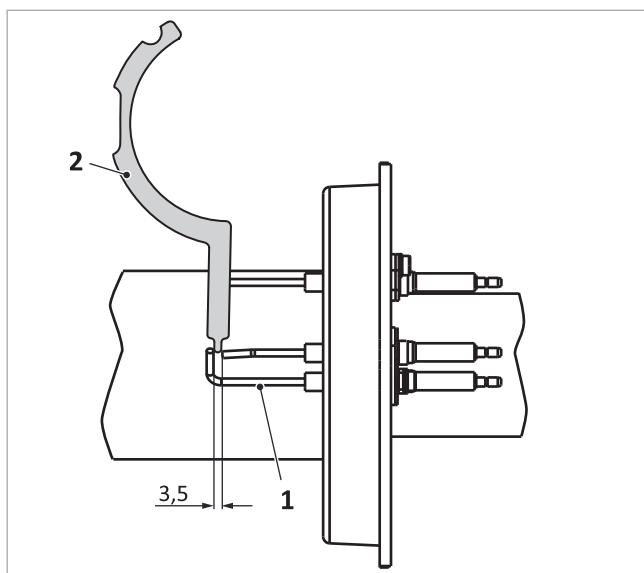

Fig. 144: Distanza tra elettrodi e massa dell'elettrodo di accensione
1. Verificare le distanze dell'elettrodo di ionizzazione con l'ausilio del calibro per elettrodi → fig. 144 (2) (eventualmente correggere piegando con attenzione).
- elettrodi tra loro → fig. 144 (1): 3,5 mm